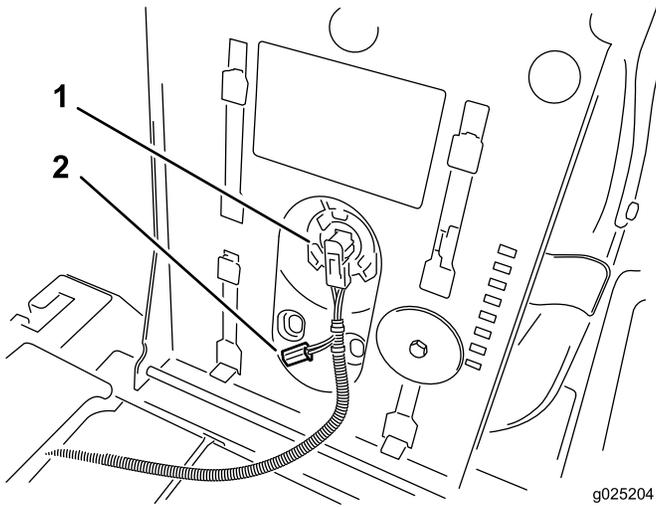

Bild 1
- Ziehen Sie den Kabelbaumanschluss vom Sitzschalter unter dem Sitz ab (Bild 1).
7. Stecken Sie den Verbinder mit dem Anschluss, den Sie vorher im Kabelbaum nicht verwendet haben, in den Sitzschalter unter dem Sitz (Bild 1).